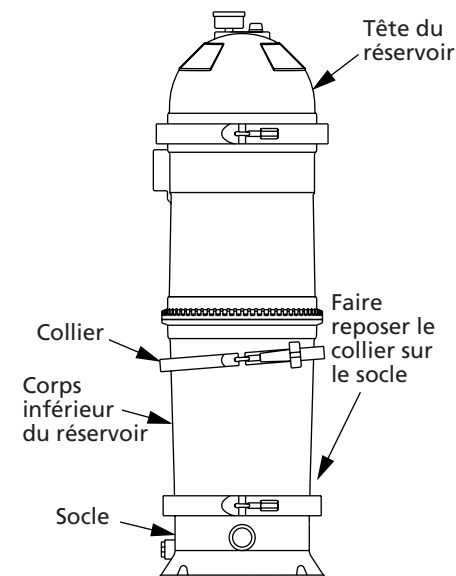

Figure 1A – 4RK12
2. Déposer la fixation du collier indiquée aux figures 1A et 1B.
3. Desserrer le collier indiqué (voir les Figures 1A et 1B); déposer le collier en le levant bien droit par dessus le réservoir et en le laissant tomber sur le socle du filtre (voir les Figures 1A, 1B et 2).